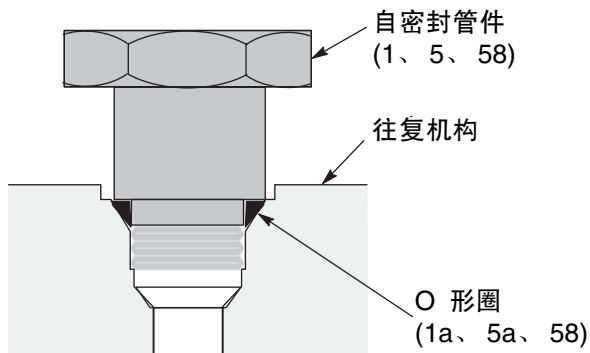

图 4
4. 缓慢地松动液压供给（58）和回路（5）管件，以释放掉任何压力，然后卸下软管。在管件和软管末端安装插头。检查管件上的 O 形圈（5a、58a），如果其磨损或损坏则进行更换。请参见图 4 和零配件图。
3. 松开液体管（45）上的螺母。使用扳手将管件（1、58）转到一端，然后卸下管子（45）。检查管件上的 O 形圈（1a、58a），如果其磨损或损坏则进行更换。在管件中安装插头以避免造成污染。(图 4)